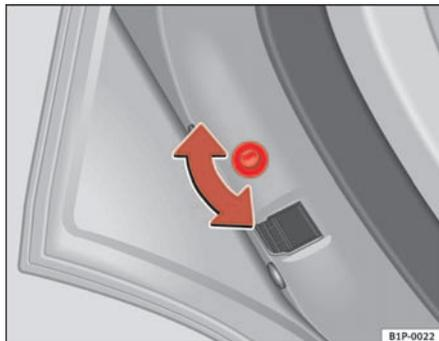
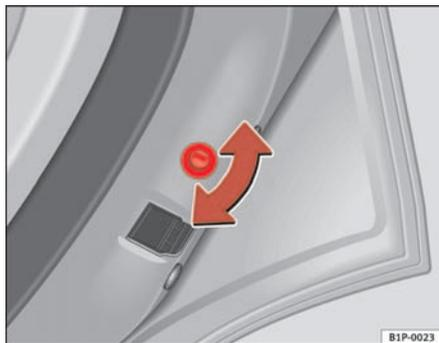

Fig. 61 Sicura per bambini della porta sinistra
Fig. 62 Sicura per bambini della porta destra
- Con la porta aperta, girare con la chiave del veicolo la feritoia in senso orario per le porte a sinistra e antiorario per le porte a destra ⇒ fig. 61, ⇒ fig. 62.
- Con la porta aperta, girare con la chiave del veicolo la feritoia in senso orario per le porte a destra e antiorario per le porte a sinistra ⇒ fig. 61, ⇒ fig. 62.